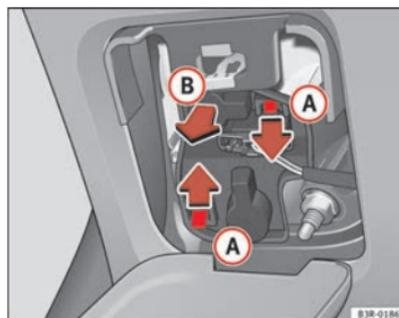

Fig. 220 Desmontar el portalámparas
- Haga presión sobre las lengüetas (A) ⇒ fig. 220 en el sentido de las flechas y extraiga el portalámparas tirando en el sentido que indica la flecha (B).